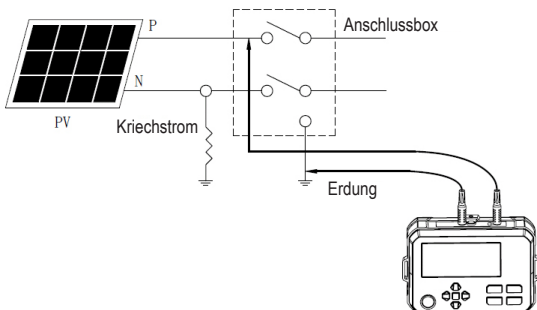

Abbildung 14.5 Messung zwischen P und N bei offenem Stromkreis
2. Schließen Sie die Messleitungen des Messgeräts wie in Abbildung 14.5 gezeigt an:
3. Wählen Sie den Bereich PV 1000 V oder PV 500 V und achten Sie darauf, dass die Leerlaufspannung des Arrays unterhalb des ausgewählten Messbereichs liegt. Siehe: „19.10 Photovoltaik (PV)-Isolationswiderstandsmessung“ auf Seite 49.